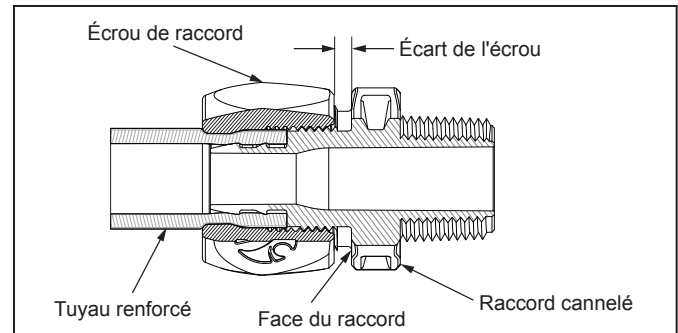

Figure 6. Serrer l'écrou de raccord afin de fixer le tuyau
7. Glisser/faire tourner l'écrou de raccord sur le raccord cannelé de sorte à engager le filetage correctement; ne pas passer le filetage de l'écrou de raccord. Serrer l'écrou jusqu'à ce que les filetages ne soient plus visibles (espace d'environ 1/8 po ou à peine moins que l'épaisseur de deux pièces de 10 cents), ou jusqu'à ce qu'il touche la face du raccord. Voir la Figure 6.
1. Vérifier que l'installation est correcte. Se référer à la Figure 6.